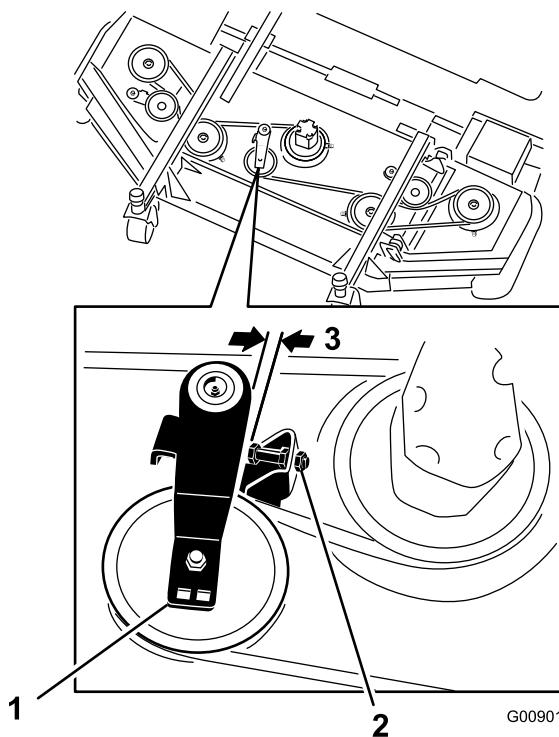

Bild 124
- Lösen Sie am Frontmähwerk in der Mitte die Klemmmuttern an der Anschlagschraube der Spannscheibe und drehen die Anschlagschraube in die Halterung (Bild 124).
- Schieben Sie jede Spannscheibe des Seitenmähwerks mit einem Ratschenschlüssel oder einem ähnlichen Werkzeug vom Treibriemen, um die Spannung zu lösen, und lassen Sie den Riemen von der Spannscheibe des Seitenmähwerks rutschen (Bild 124).